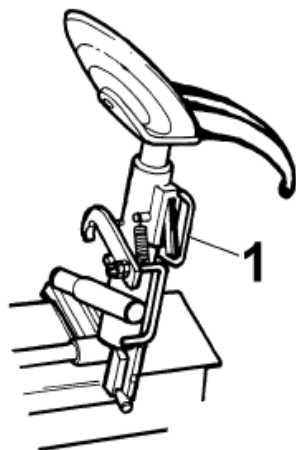

Рис.13
**7.** Для поворота инструмента монтажа нажмите рукоятку (#1 Fig.13). Отпустите рукоятку для фиксации инструмента.